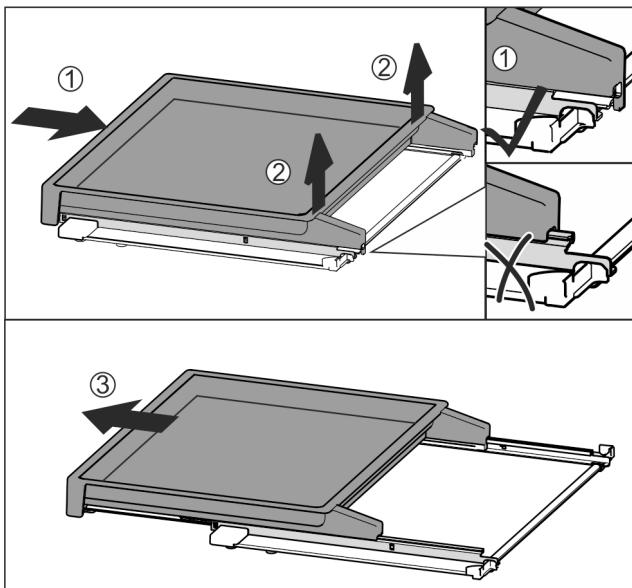

Fig. 114
- Вставить вытяжную панель полностью Fig. 114 (1).
- Отпустить фиксацию на задней стороне Fig. 114 (2).
- Извлеките вытяжную панель движением вперед Fig. 114 (3).